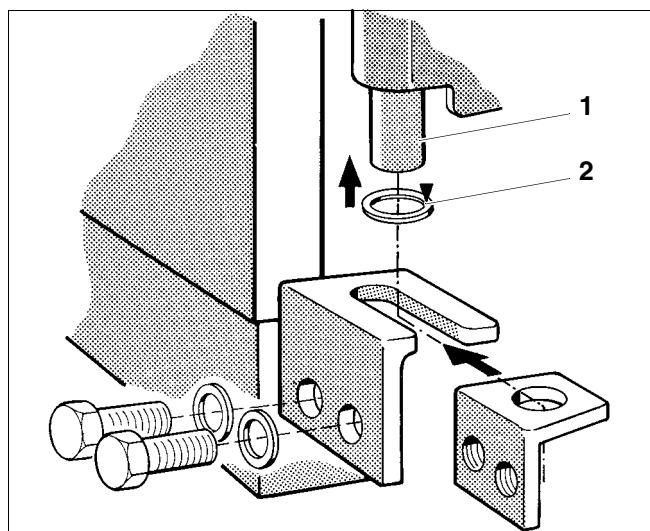

Fig. 5 Montaj ușă cazan
- Șaiba (Fig. 5, Poz. 2) îmbibați-o cu unsoare (săgeata mică din Fig. 5) și împingeți-o spre bolțurile (Fig. 5, Poz. 1) balamalei din stânga jos.
Șaiba trebuie să se afle în cazul ușii închise pe bolțul balamalei (Fig. 5).